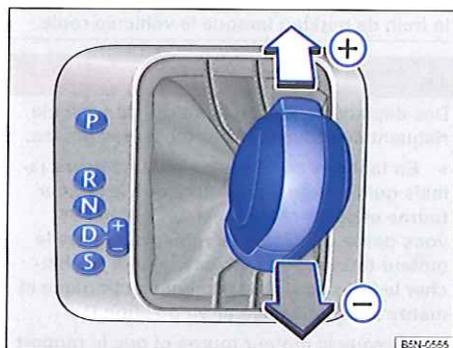

Fig. 146 Levier sélecteur dans la voie de passage Tiptronic.
- Imprimez au levier sélecteur une impulsion vers l'avant \oplus ou vers l'arrière \ominus pour passer les rapports \Rightarrow fig. 146.